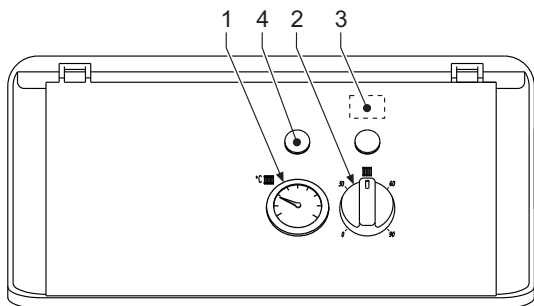
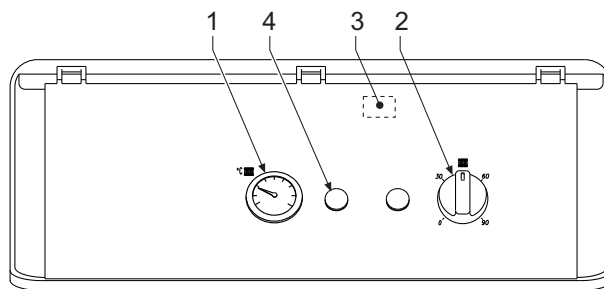

рис. 1 - Панель управления PEGASUS TP 25
рис. 2 - Панель управления PEGASUS TP 35 / 45
- Поместите термостат регулировки котла (поз. 2 - рис. 1 или рис. 2) на минимальное значение.
- Поместите термостат регулировки котла (поз. 2 - рис. 1 или рис. 2) на требуемое температурное значение (не менее 50°).
Если повернуть рукоятку 2 на рис. 1 по часовой стрелке, температура воды в системе отопления повышается, и наоборот. Температуру воды в системе отопления можно регулировать в пределах от 30° до 90°. Однако не рекомендуется эксплуатировать котел при температуре ниже 45°.
Задайте с помощью термостата температуры воздуха в помещении нужную температуру внутри помещения. При поступлении команды от комнатного термостата котел включается, обеспечивая нагревание воды в системе отопления до температуры, заданной регулирующим термостатом 7 на рис. 1. При достижении в помещении желаемой температуры котел выключается.
Давление напора при заполнении холодного контура, считанное гидрометром котла (поз. 2 - рис. 1), должно составлять приблизительно 1,0 бар. Если во время работы давление воды в системе упало (из-за испарения растворенных в воде газов) до величины ниже вышеуказанного минимума, пользователь должен открыть кран подачи воды (в поставку не входит) и довести давление до первоначального значения. По окончании операции всегда закрывайте кран подачи воды.
<p>Блокировка котла вследствие недостаточного удаления продуктов сгорания</p>	<p>Откройте крышку термостата дымовых газов (поз. 4 - рис. 1 или рис. 2) и нажмите на кнопку под ним. В случае повторяющихся блокировок котла обратитесь в ближайший сервисный центр.</p>